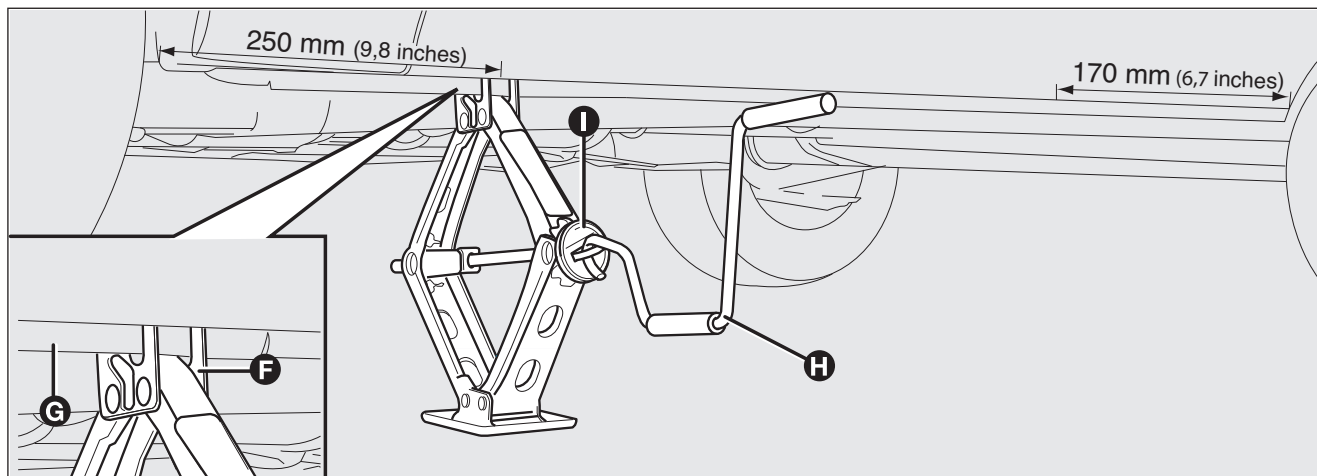

fig. 6
- controlați ca pe apărătoarea **G** lonjeronului canelurile **F**-fig. 6 cricului să fie bine fixate;